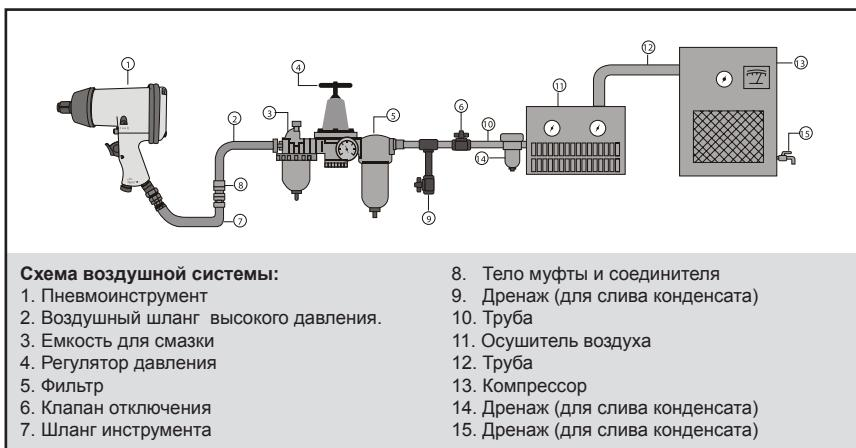

Рис.2 (Схема подключения)
C. Подача воздуха (см. схема подключения рис.2)